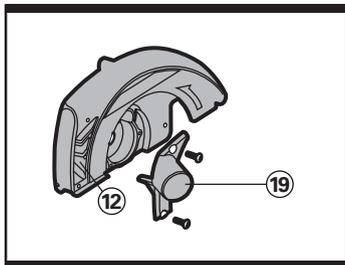

Fig 9
Pour extraire le bran de scie, mettez en place un récupérateur de poussière approprié (c.à.d. un aspirateur) à l'orifice d'extraction de poussières (12) en utilisant l'adaptateur (19) et un tuyau flexible. Assurez-vous le raccordement du tuyau est serré (se référer aux Figure 9).